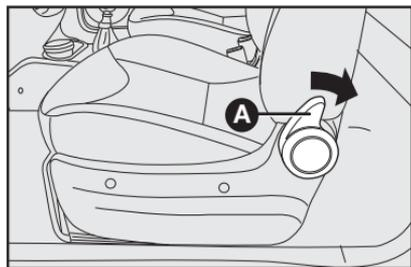

fig. 10
ACCESO A LOS ASIENTOS TRASEROS (versiones con 3 puertas) - fig. 10
- Accione la palanca **A**-fig. 10 en el sentido de la flecha, manteniéndola accionada e incline el respaldo hacia adelante, hasta que alcance el final del recorrido.